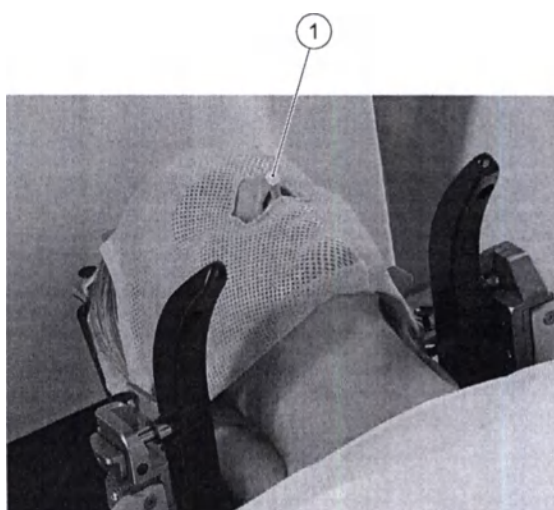

Рис. 5.35 Маркер пациента на пациенте
- 1 Поместите маркер (1) на нос пациента, см. Рис. 5.35 .